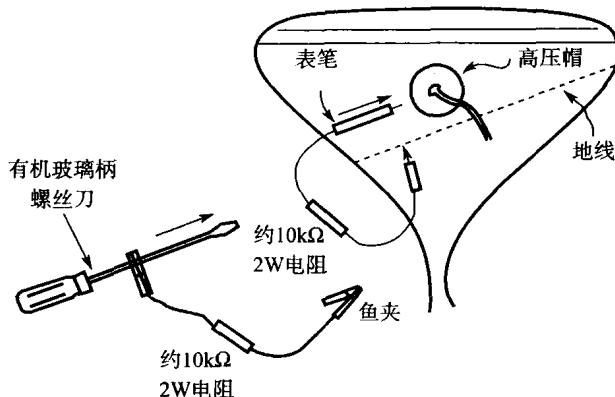

图 1.8 高压放电的操作方法
(1) 限制大电流放电。如直接用导线放电，会“啪”的一声出现一只大的火花，其峰值电流很大，可能会损害显像管本身。为此应通过一只  $10\text{k}\Omega$ 、 $2\text{W}$  左右的金属膜电阻进行弱火花放电。
(2) 放电接地点可直接接在彩管锥体外面紧贴着的金属编织线（地线），而不可接在高频头、散热片、屏蔽罩等电路板上的接地点，防止高压脉冲损坏集成电路等器件。
(3) 操作者要单手操作，防止电击。如图 1.8 所示是高压放电的操作方法。仔细放电后，再拔掉视放板（彩管座），从管脚处进行测试。